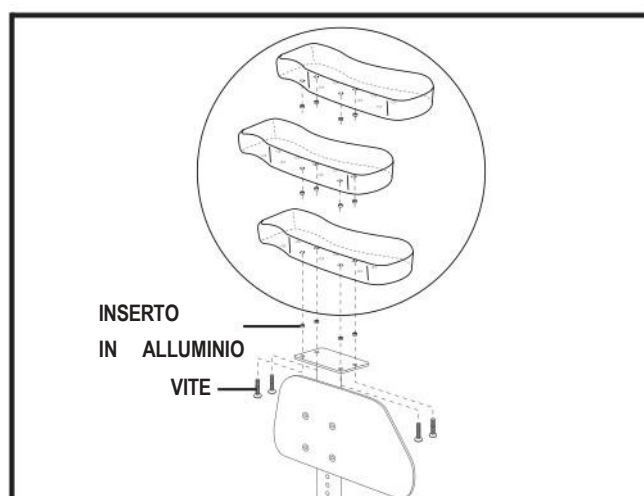

Figura 18. Regolazione della profondità del cuscinetto del bracciolo
È possibile regolare anche la profondità dei cuscinetti dei braccioli. **Vedere figura 18.**
1. Rimuovere le quattro viti ed il relativo inserto in alluminio dalla parte inferiore del bracciolo. **Vedere figura 18.**